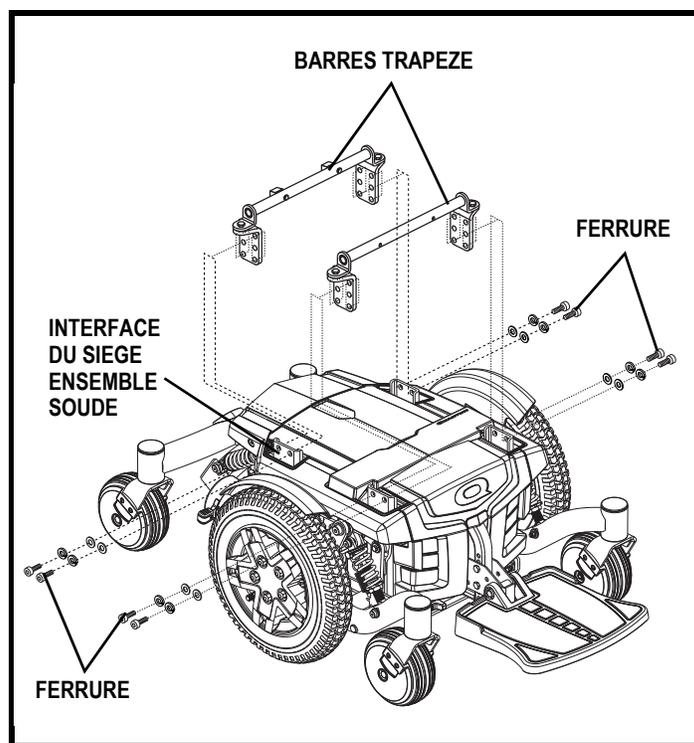

Figure 15. Réglage de la hauteur et de l'angle du siège
7. Desserrez les ferrures qui retiennent la barre trapèze sur les ensembles soudés de l'interface du siège. **Voir la figure 15.**